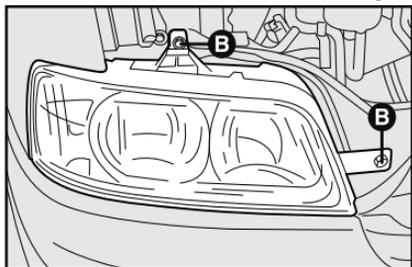
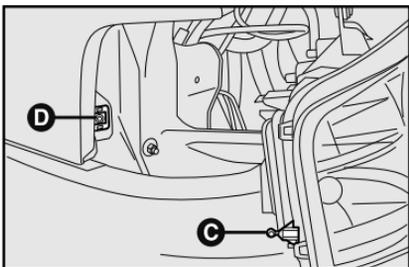

fig. 10
fig. 11
2) afloje los dos tornillos de bloqueo **B**-fig. 10 y desmonte el faro desenganchando el perno **D**-fig. 11 de **C**;